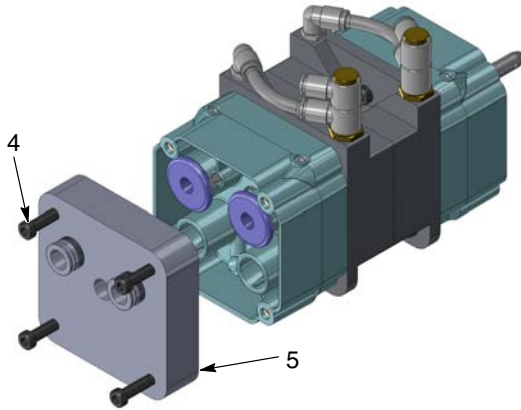

Figura 3 Extracción de la placa del bloque de sifón inferior
- Ver la figura 3. Extraer los cuatro tornillos de casquete (4) de la parte inferior del bloque de sifón (5).
- Ver la figura 3. Utilizando una llave Allen de 4 mm, insertar cuatro tornillos de casquete (4) en cada bloque de sifón inferior (5) para conectar los bloques centrales a los bloques de válvulas peristálticas.